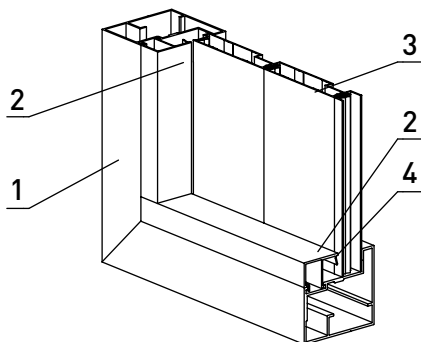

Рис. 31. Установка штапика **FLGU.400.0302, FLGU.400.0304** с уплотнителем **FRK12**
1. По контуру установить штапики **2** совместно с уплотнителем **4** (рис. 31).